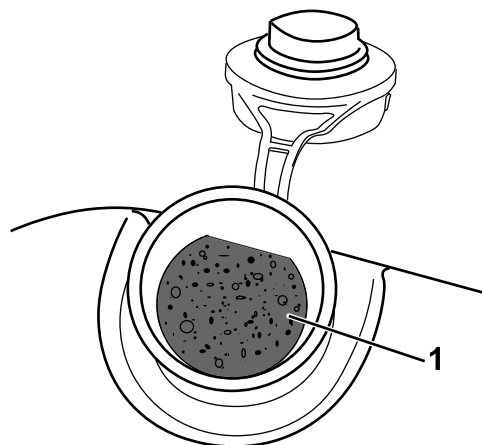

**Figuur 12**
1. Reinig de omgeving van de tankdop en verwijder de dop van de tank (Figuur 12).